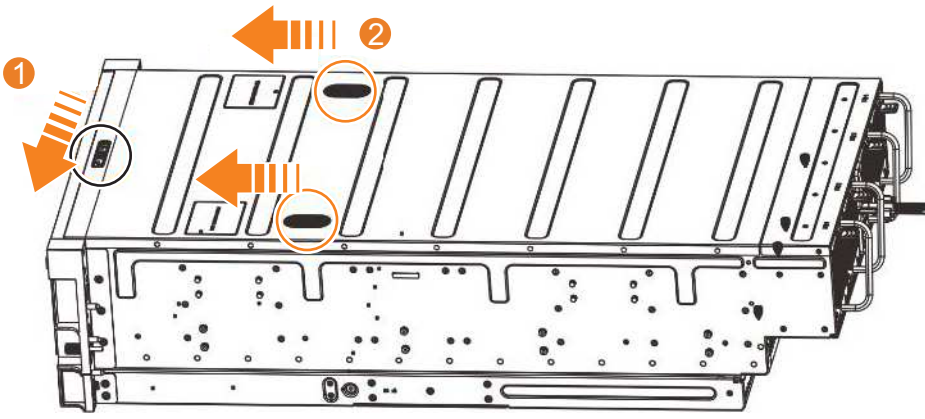

Figure 49. Libération du capot 2145-92F
2. Faites glisser la patte de déverrouillage (**1**) dans la direction indiquée dans la figure 49.
3. Faites glisser le capot vers l'avant du boîtier d'extension (**2**), comme indiqué dans figure 49.